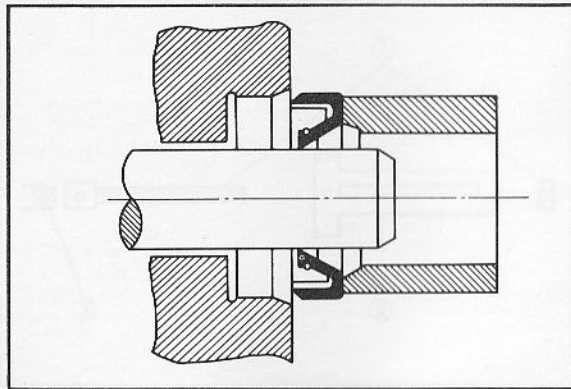

Fig. 3-3-36
- b. Check oil seal lips for damage and wear. Replace as required. (Fig. 3-3-36)
- b. Vérifier les lèvres du joint d'huile pour les dommages et l'usure. Remplacer au besoin. (Fig. 3-3-36)